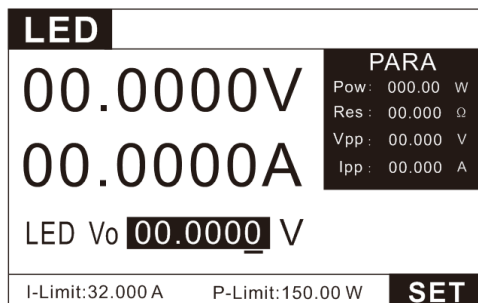

图 3.26 LED 模式测试界面
- 1、按 **MODE** 键进入模式选择页面, 按上下键选择 LED, 按 **ENTER** 键进入 LED 测试界面图 3.26。